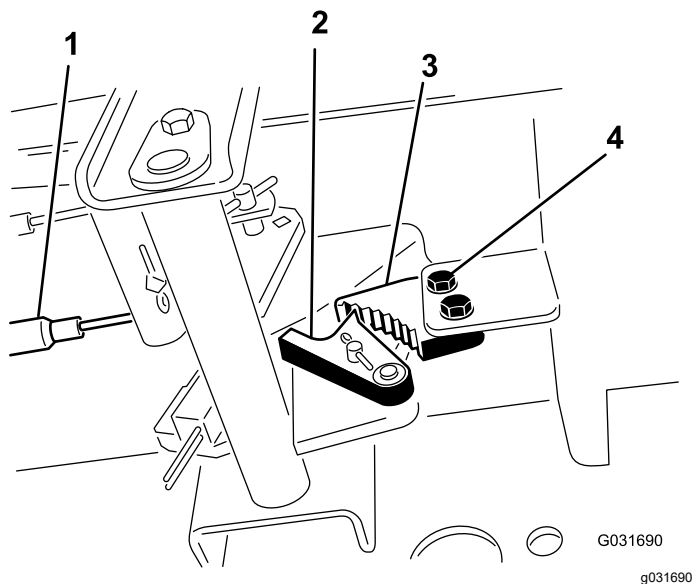

Рисунок 89
1. Ослабьте два винта крепления защелки стояночного тормоза к раме (Рисунок 89).
2. Нажимайте педаль тормоза вперед, пока углубление тормоза не войдет полностью в зацепление с защелкой тормоза (Рисунок 89).